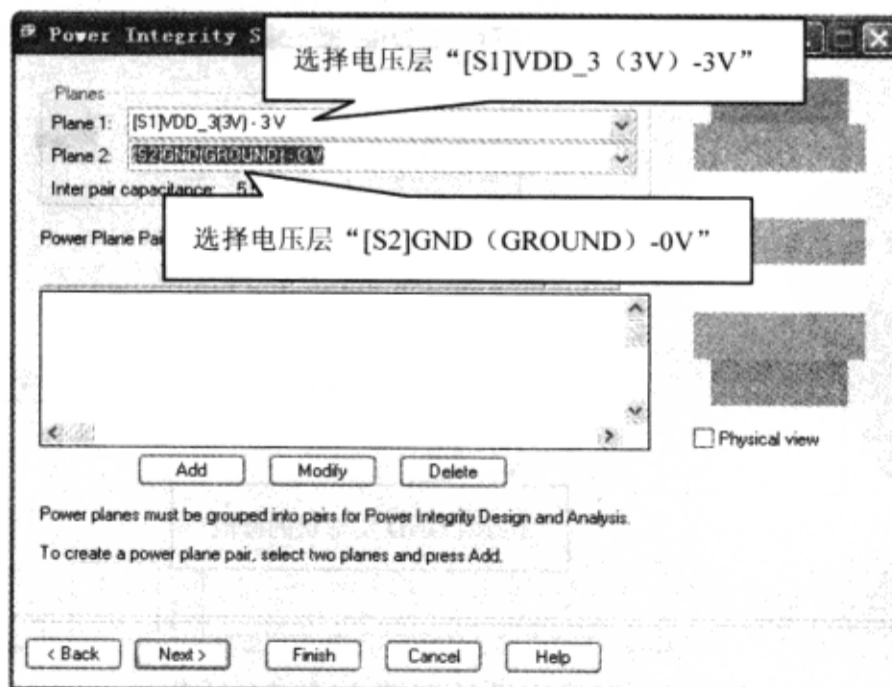

图 7-12-45 选择平面对
(2) 在对话框的 Planes 部区域，从“Plane1”栏中选择电压层“[S1]VDD\_3 (3V) - 3V”；从“Plane2”栏中选择电压层“[S2]GND (GROUND) -0V”，如图 7-12-45 所示。